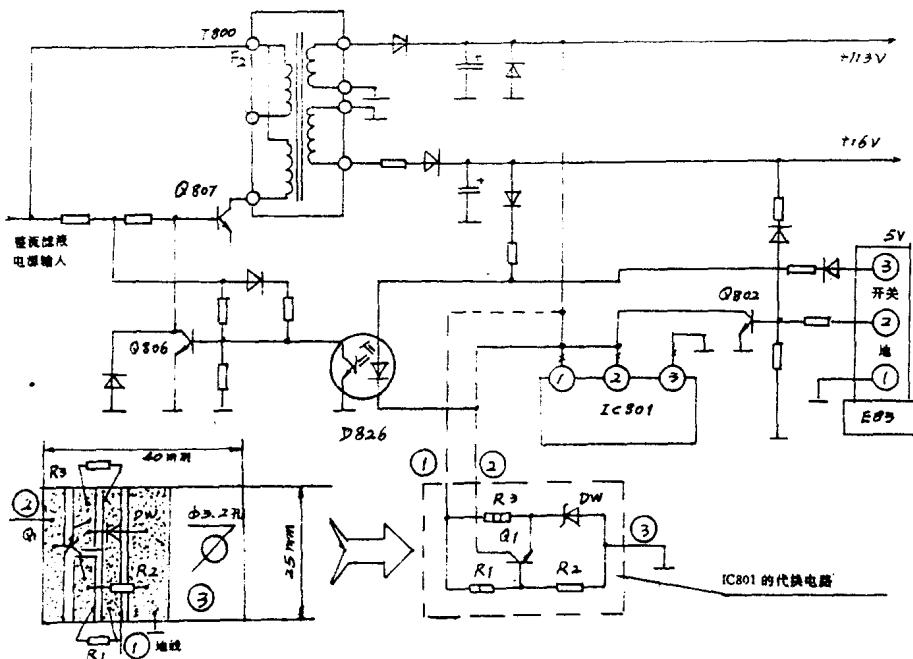

图 1-8
用万用表 250V 直流电压档测整机 +113V 主电源电压为零。在检查中发现，集成电路 IC801 (S1854LBM-2) 的②脚对地 (③脚) 电阻只有约 51Ω 左右，近于短路。究其原因主要有两个 (相关电路见图 1-8 所示)：
2、按图 1-8 虚线框内的电路用分立元器件 (各元器件数据见表 1-6 所示) 组装一块小